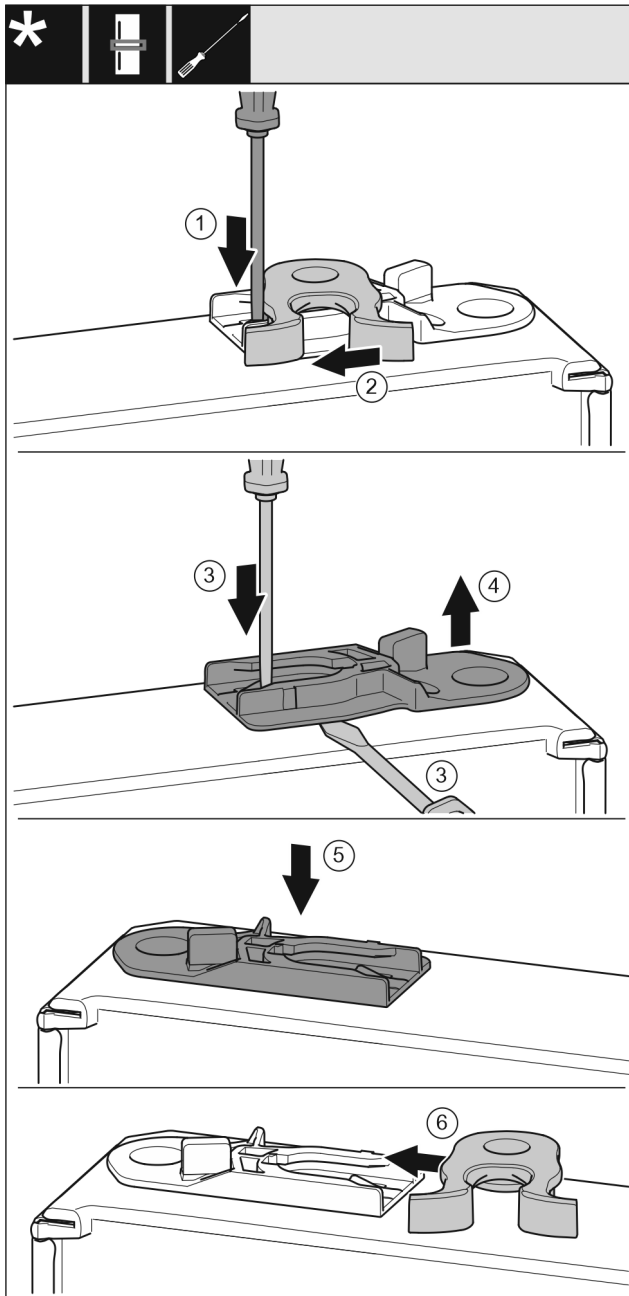

Fig. 28\*
- ▶ За допомогою шліцевої викрутки притисніть униз накладку.\* Fig. 28 (1)
- ▶ Витягніть із напрямної запірний гачок.\* Fig. 28 (2)
- ▶ Витягніть направляюче гніздо: Натисніть шліцевою викруткою накладку і одночасно підведіть її під направляюче гніздо.\* Fig. 28 (3, 4)
- ▶ Направляюче гніздо, що входить до складу поставки, вставити з іншого боку корпусу.\* Fig. 28 (5)
- ▶ Вставте в направляючу запірний гачок.\* Fig. 28 (6)